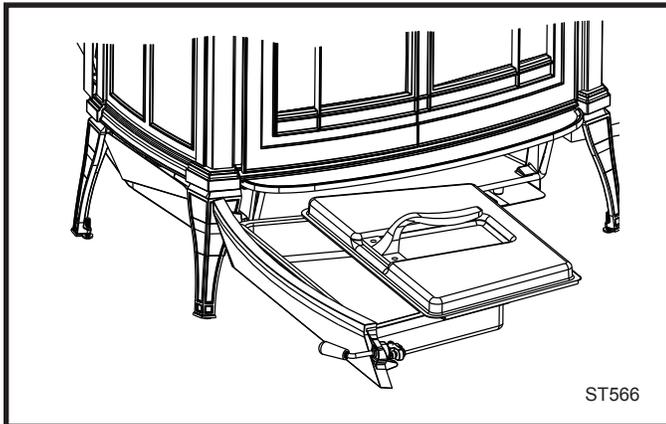

Fig. 40 Assurez-vous que le couvercle est bien fixé avant de retirer le cendrier.
- Glissez le couvercle sur le cendrier et vérifiez qu'il est bien fermé. (Fig. 40)
- Remettez le cendrier à sa place initiale dans le poêle et verrouillez la porte de la fosse aux cendres. (Fig. 40)